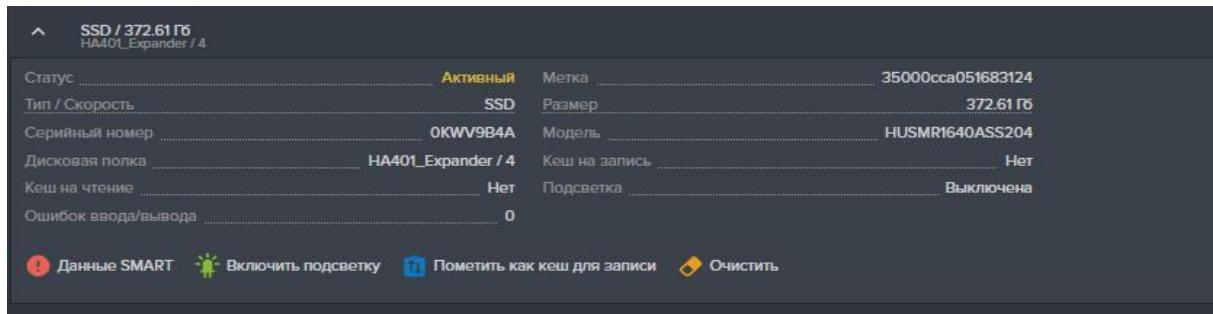

Рисунок 42. Добавление дисков в кэш на запись
3. Нажмите на кнопку «Пометить как кэш для записи» (см. Рисунок 42).